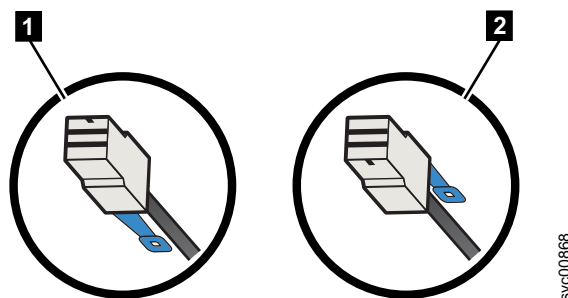

Рисунок 134. Ориентация штекера кабеля SAS
- Для корпусов расширения 2145-24F и 2145-12F синий фиксатор должен находиться под кабелем ( **1** на рис. 134).
- Для узлов 2145-SV1 и 2145-DH8, а также корпусов 2145-92F синий фиксатор должен быть над штекером ( **2** на рис. 134).